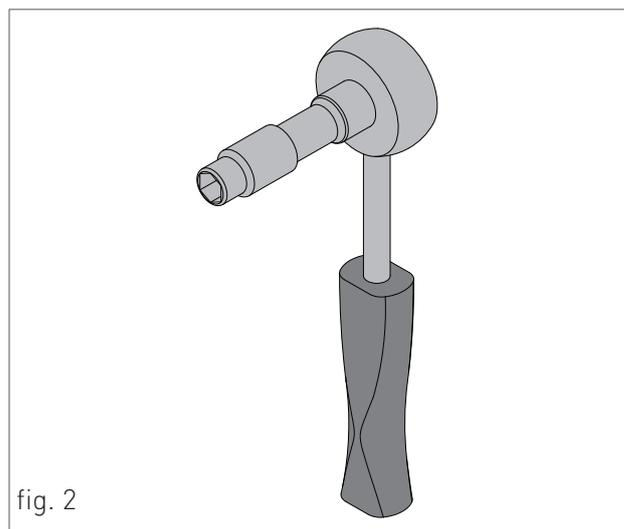

fig. 2
5. SEGNALAZIONE FIAMMA PRESENTE / INDICA ANCHE, SU 3 LIVELLI DI PERCENTUALE, IL GRADO DI POTENZA DI MODULAZIONE DELLO SCALDABAGNO (fig.2)